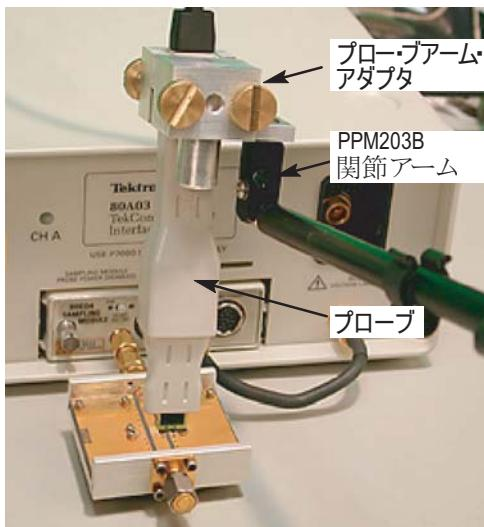

図 18：固定されたプローブ
固定されたプロービングを使用すると、テスト対象の回路に手を使わずに接続できます。プローブ・アーム・アダプタを使用して、プローブ本体またはハンドヘルド・アダプタを PPM203B 関節または PPM100 プローブ固定具に取り付けます。図 18 は、固定されたプローブ (PPM203B とプローブ・アーム・アダプタ) を示しています。
2. 図 18 の 2 に示すように、フレックス・ストリップを再度取り付けます。フレックス・ストリップが Tip-Clip ハウジングに均等に取り付けられていることを確認します。